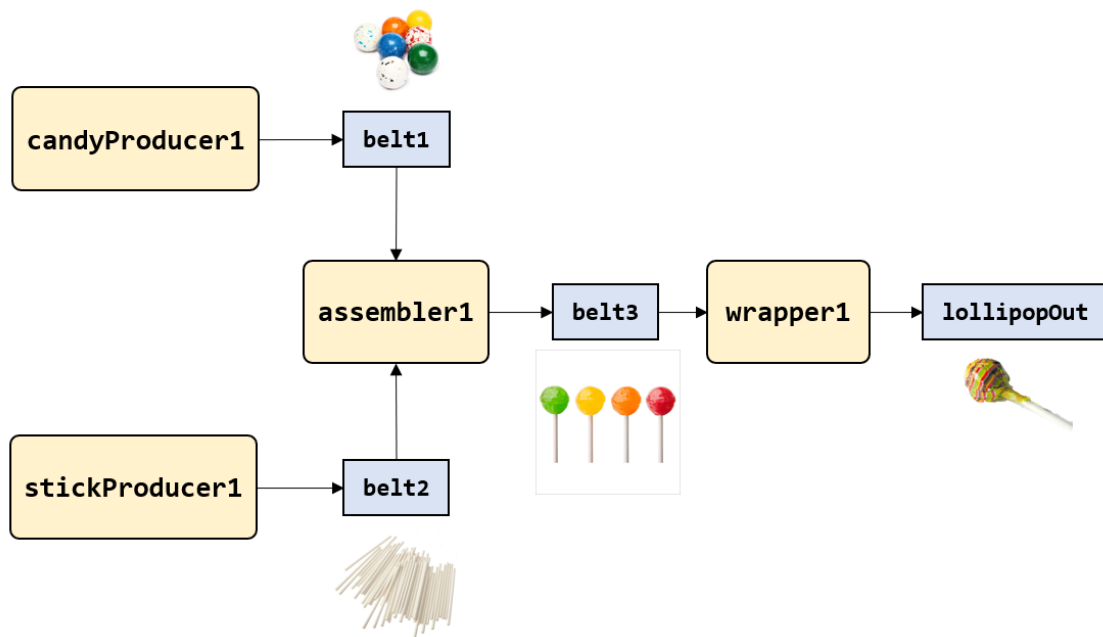

Ilustración 2 Modelo de fábrica de caramelos
2. Crear una instancia del metamodelo de acuerdo con el modelo descrito en la Ilustración 2. Este modelo describe una línea de la fábrica encargada de la fabricación de chupa-chups. El fichero de este modelo debe llamarse **candy\_factory\_inst1.xmi**
3. Extender el modelo del punto anterior, para incluir otra línea de fabricación para chupa-chups con bola plana (su bola ha sido aplanada por una máquina Flattener). Este modelo debe llamarse **candy\_factory\_inst2.xmi**. Puede tener máquinas compartidas con la línea de chupa-chups de bola normales mostrado en la Ilustración 2. **Idea:** la máquina assembler1 puede tener más de 2 entradas.